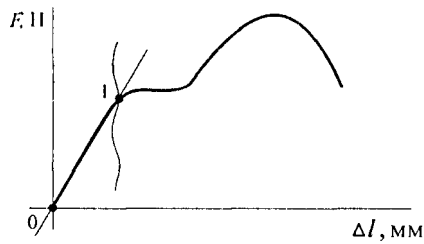

Рис. 21.2
4. Закон Гука выполняется в зоне упругих деформаций, которая определяется при испытаниях на растяжение по диаграмме растяжения (рис. 21.2).
На диаграмме (рис. 21.2) закон Гука действует от точки 0 до точки 1.